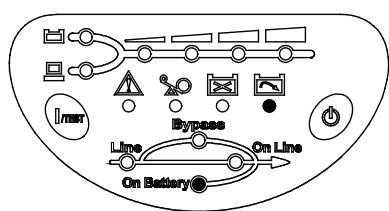

Рис. 4-7 Индикация разряда батареи
**Батарея разряжена** Данная функция оповещает пользователя о величине оставшегося заряда батарей. При разряде батарей более определённого уровня ИБП подаёт звуковой сигнал длительностью 0,5 секунд через каждые 1,5 секунд, пока они не разряжаются полностью. См. рис. 4-7.